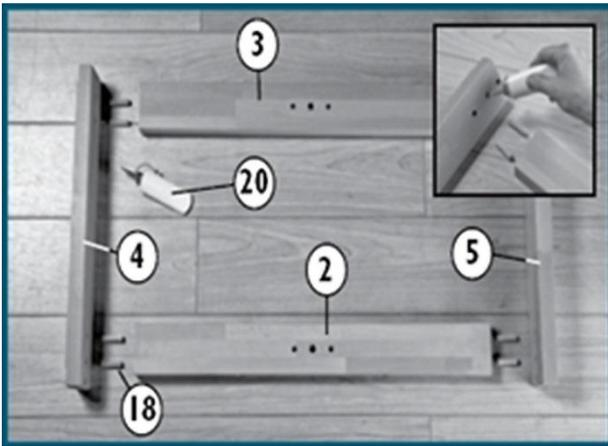

Abbildung 1
1. Bodenplatte (5), Plattenträger (4), hinteres Tischbein (3) und vorderes Tischbein (2) mit vorgebohrten Dübel-Löchern nach innen bereitlegen (Abbildung 1). Befestigen Sie die Bodenplatte und den Plattenträger mit dem vorderen und hinteren Tischbein mit 4 Dübeln (18) und Klebstoff (20) (Abbildung 1). Benutzen Sie die Dübel-Löcher an der Innenseite für die Verbindung. Die Bohrung auf der anderen Seite des Plattenträgers dient zur Befestigung der Hobelbank-Arbeitsplatte (1). Wiederholen Sie Montage für die andere Seite.